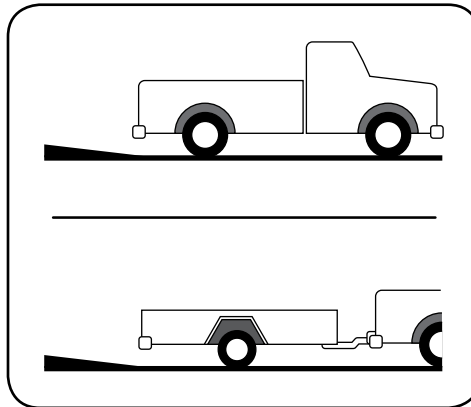

Figure 4-6
3. Stationnez la camionnette ou la remorque à proximité d'une surface en pente et placez les extrémités des rampes sur cette dénivellation de sorte qu'elles soient à un angle moins aigu. Ceci diminuera l'angle de chargement. Voir Figure 4-6.